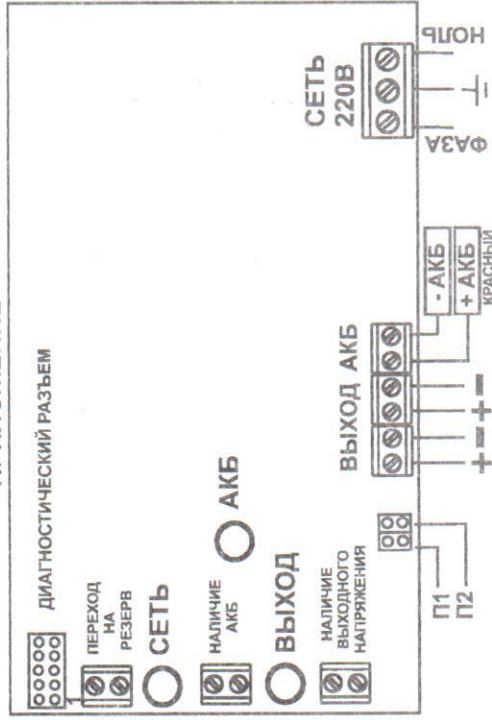

Рисунок 1. Вид источника с открытой крышкой (схема подключения)
- выдачу информационных сообщений "Переход на резерв", "Наличие АКБ", "Наличие выходного напряжения" посредством переключения контактов реле. Выдача информационного сообщения "Переход на резерв" осуществляется с задержкой, определяемой положением переключателя П1 и П2 (см. рисунок 1 Приложения). Соответствие задержки положению переключателя показано в таблице 8 Приложения;
Подключение источника производится при отключенном сетевом напряжении и открытой крышке (см. рисунок 1 Приложения) в следующей последовательности: